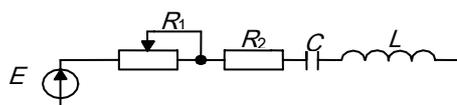

Рис. 3.1
- а) собрать схему, показанную на рис. 3.1, установить минимальное сопротивление цепочки $R_1 + R_2$;